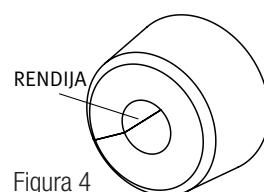

Figura 4
18. Con el cable eléctrico de la lámpara y todo el cableado eléctrico en su lugar, deslice el cable eléctrico a través de la ranura y dentro del orificio grande del sellado del cable (Figura 4). Desde el conducto, el cable debe ingresar al sello del cable en el extremo pequeño del estrechamiento y salir por el extremo grande del estrechamiento (Figura 5).